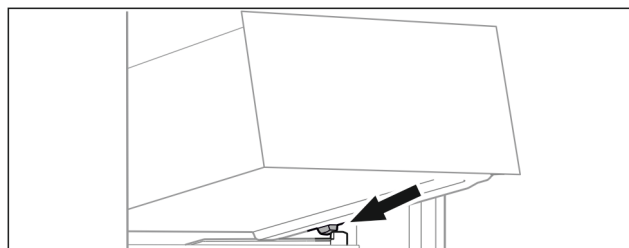

Fig. 69
- ▶ Nasadíte zásuvku šikmo za zádržkami na rebro nádoby. (pozri Fig. 69)